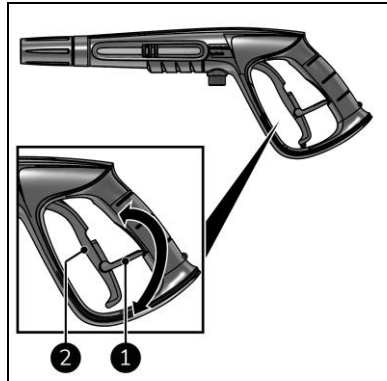

Figure 16
1. Le cas échéant, relâchez la gâchette (figure 16, pos. 2).
2. Relâchez le verrouillage de la gâchette (figure 16, pos. 1).